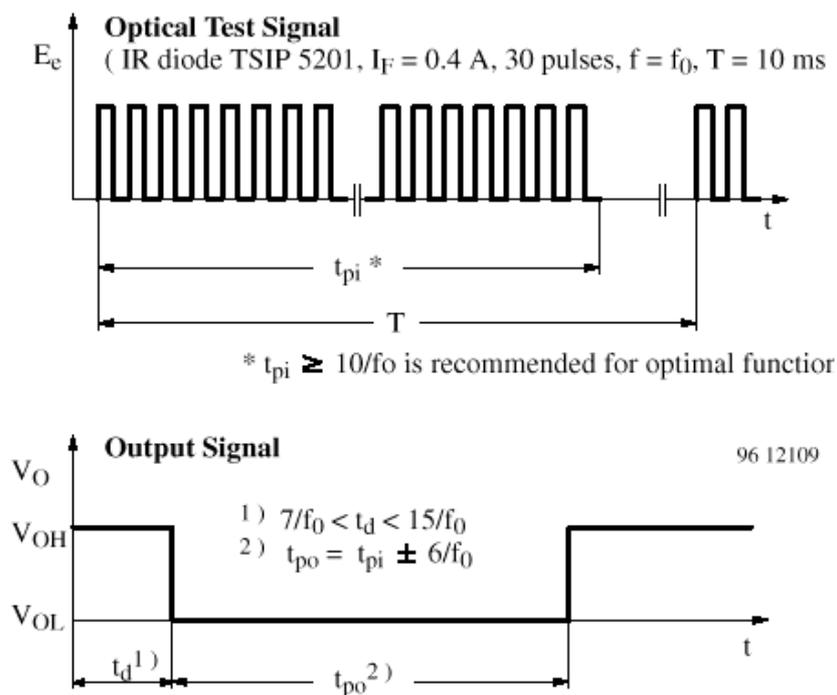

Figure 10
- ◆ Dans le cas de la figure 10, déterminer la ou les valeurs extrêmes des temps suivants  $t_{pi}$ ,  $t_d$  et  $t_{po}$ . Comparer la valeur de  $t_{pi}$  à celle recommandée pour un fonctionnement optimal.